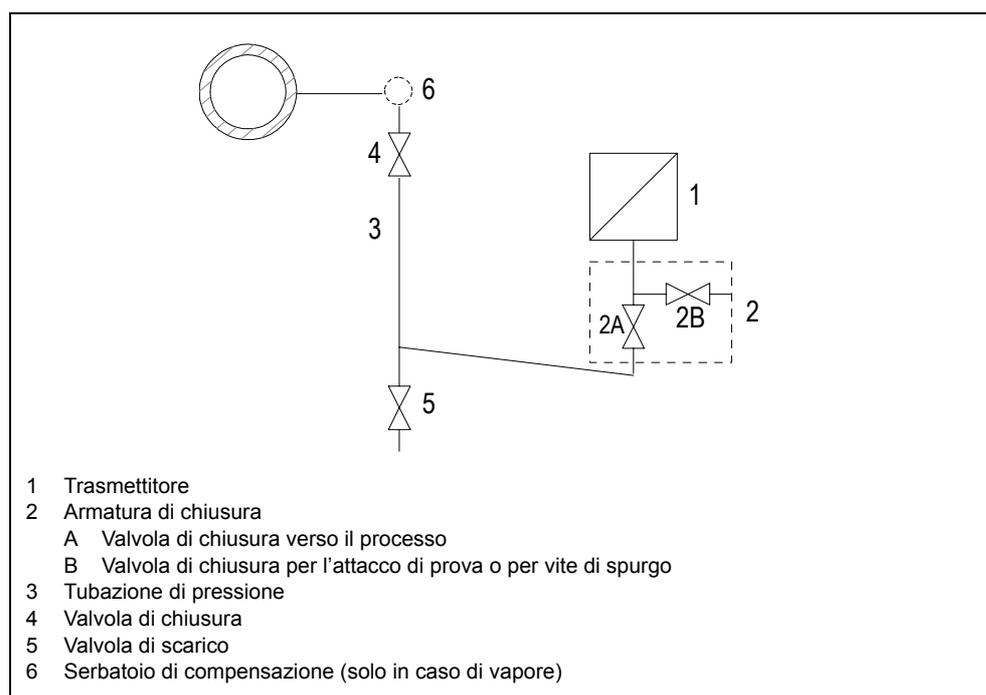

Figura 54 Misurazione di vapore
1. Aprite la valvola di chiusura (Figura 54, p. 98, 2B).
2. Applicate al trasmettitore tramite l'attacco di prova dell'armatura di chiusura (2) la pressione corrispondente all'inizio misurazione.
5. Aprite la valvola di chiusura (4) che si trova all'attacco di rilevazione della pressione.